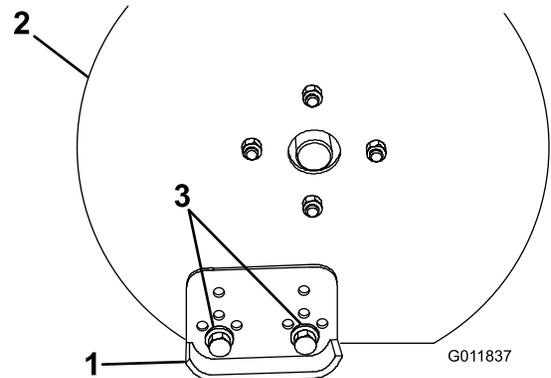

Figure 17
- Retirez les écrous, rondelles et boulons qui fixent les patins au carter (Figure 17).
- Positionnez les patins au même endroit de chaque côté de manière à obtenir un raclage uniforme, et fixez les patins avec les écrous, rondelles et boulons (Figure 17).